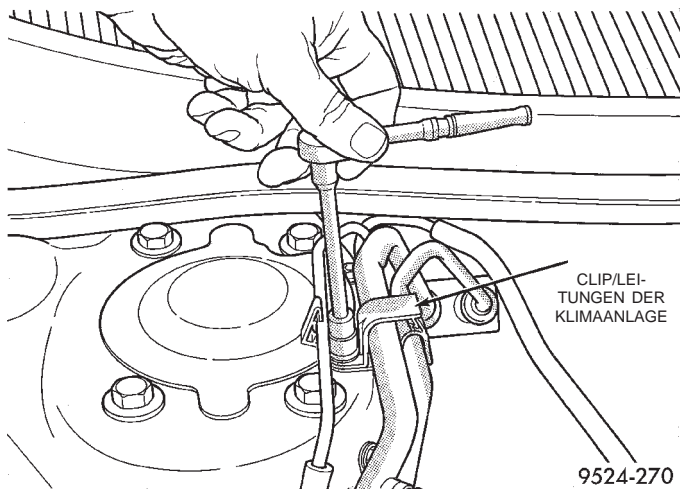

Abb. 70 Clip der Ansaugleitung
- (1) Mit einer geeigneten Kältemittel-Auffangvorrichtung das Kältemittel aus der Klimaanlage ablassen.
- (2) Clip der Ansaugleitung am rechten Federbein-dom lösen (Abb. 70).